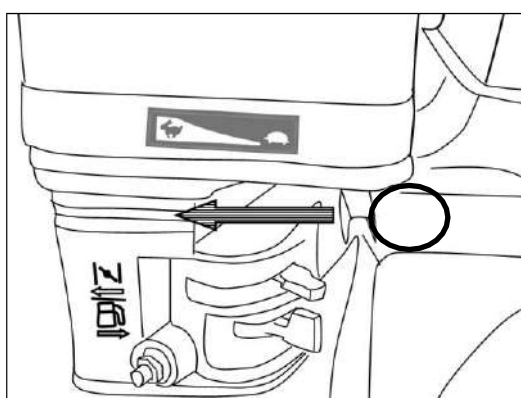

Fig.9
C. Amenez le levier d'accélérateur en position haute. (Fig.9)